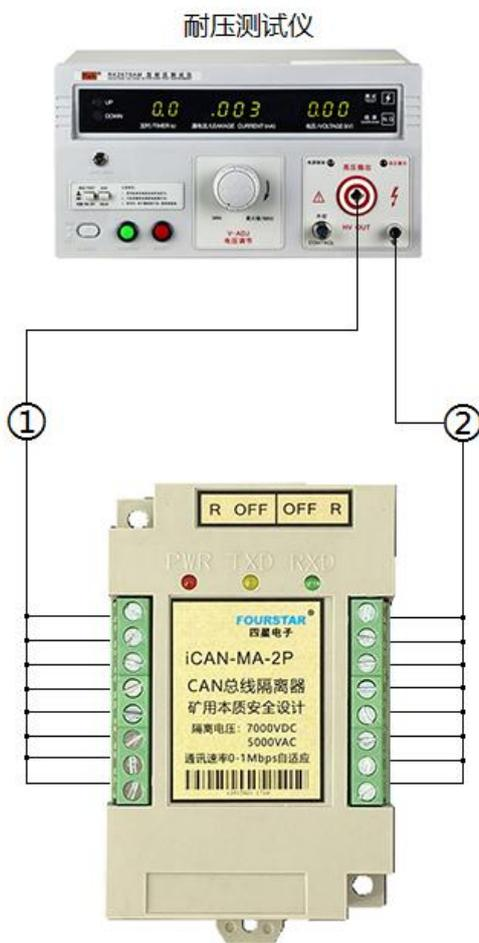

图 6-1 隔离电压测试
如图 6-1 所示，将 CAN1 口的 8 个接线端子短接成接点①，将 CAN2 口的 8 个接线端子短接成接点②，用耐压测试仪测试最大隔离电压：
①和②之间的最大耐压为：5000VAC（交流），1 分钟无漏电流。